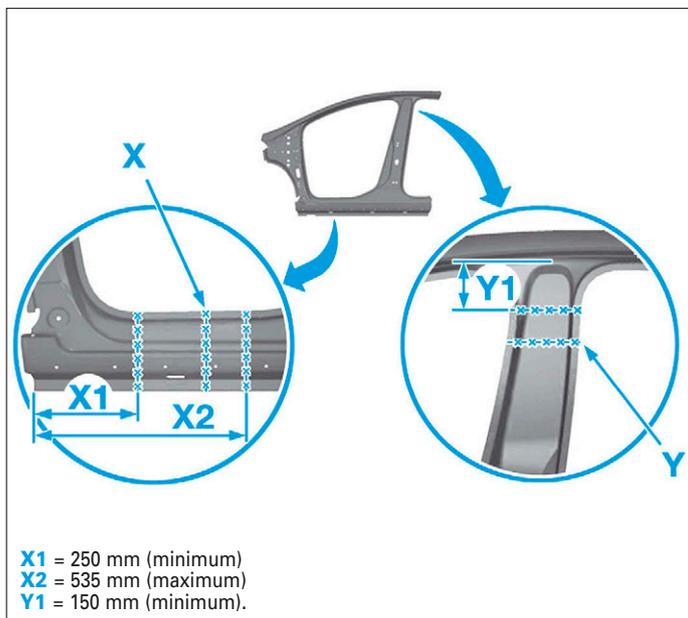

FIG. 65
La cote (C) doit être supérieure de 10 mm minimum à la ligne de coupe (X) sur la pièce neuve pour un ajustage ultérieur par chevauchement (Fig.65).
• Tracer en (X) et (Y) (Fig.65).